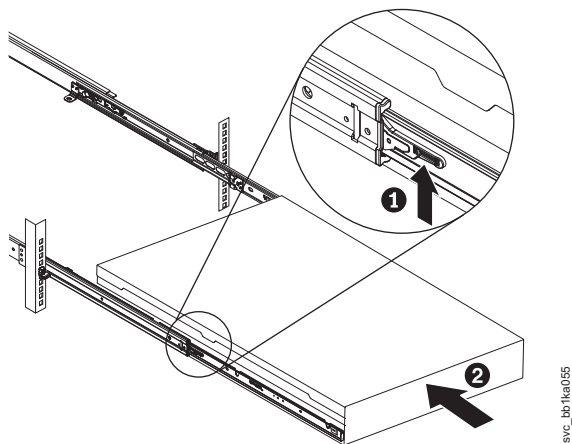

図 166. ラックのスライド・レールの ロック・レバーを上げる
9. スライド・レール上のロック・レバー (207 ページの図 166 の **1**) を上げて、サーバー **2** を、所定の位置にカチッと音を立てて収まるまで、ラック内に完全に押し込みます。